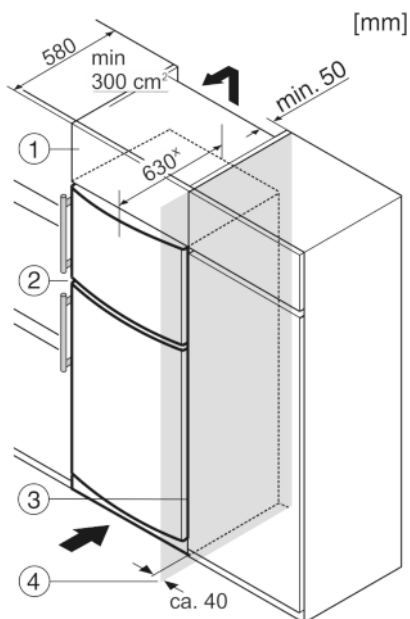

Fig. 10
- (1) Opbouwkast
(2) Apparaat
(3) Keukenkast
(4) Wand
Het apparaat kan in keukenkasten worden ingebouwd. Om het apparaat Fig. 10 (2) aan de hoogte van het keukenblok aan te passen, kan boven het apparaat een opzetkast Fig. 10 (1) worden aangebracht.
Bij een ombouw met keukenkasten (diepte max. 580 mm) kan het apparaat direct naast de keukenkast Fig. 10 (3) worden geplaatst. Het apparaat steekt aan de zijkant 34 mm * en in het midden 50 mm * uit ten opzichte van het keukenkastfront.
Plaatst u het apparaat met de scharnierkant naast een muur Fig. 10 (4), dan moet de afstand tussen apparaat en muur minstens 40 mm bedragen. Dit in verband met het uitsteken van de deurgreep bij een geopende deur.